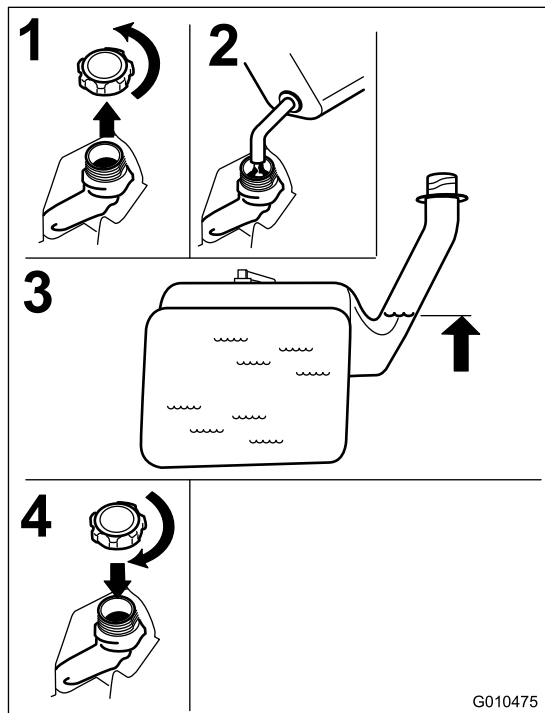

Bild 12
2. Füllen Sie **langsam** bleifreies Normalbenzin ein, bis die Unterseite des Einfüllstützens erreicht ist Bild 12.